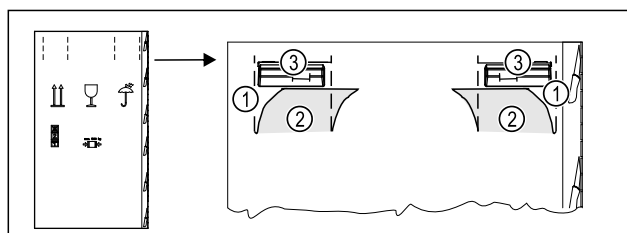

Fig. 4
- Fent, a perforálásnál Fig. 4 (1) nyomja be a csomagoló kartont.
- Húzza ki a benyomott fület Fig. 4 (2).
- A jobb és a bal oldalon látható a hordfogantyú Fig. 4 (3).
- Tartsa meg a készüléket a hordfogantyúknál Fig. 4 (3).